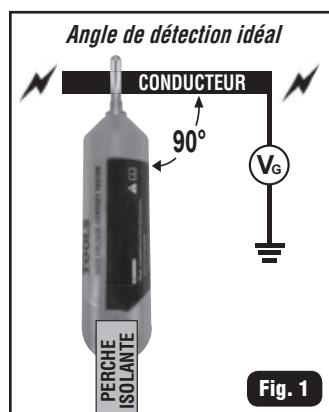

Fig. 1
La sonde est conçue pour les utilisations sur des câbles aériens seulement. Consultez la Figure 1 pour déterminer l'angle de détection idéal.
Appuyez la sonde métallique (1) directement sur le conducteur, le plus près possible d'un angle de 90° (Fig. 1). Si vous voyez l'indicateur à DEL rouge s'allumer et entendez un bip, il y a présence de tension. Si l'indicateur à DEL rouge reste éteint et que vous n'entendez pas de bip, le conducteur est peut-être hors tension. Procédez une nouvelle fois à l'auto-test pour vous assurer que l'unité est dans un bon état de fonctionnement.